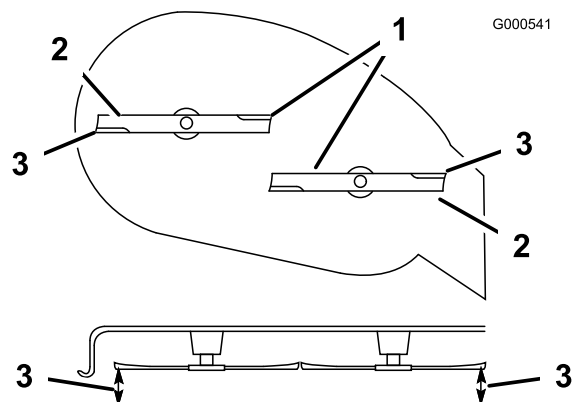

Figure 42
5. Tournez prudemment les lames pour qu'elles soient parallèles dans le sens transversal (Figure 42). Mesurez la distance entre les tranchants extérieurs et le sol plat (Figure 42). Si les deux mesures diffèrent de plus de 5 mm, un réglage s'impose. Poursuivez la procédure.